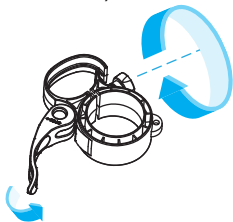

Abbildung 14
3. Den **Knopf drehen**, um **Kabelführungs-clip** festzuziehen, und **Hebel ganz schließen**, um es am **Pfosten** zu sichern. (Abbildung 14)